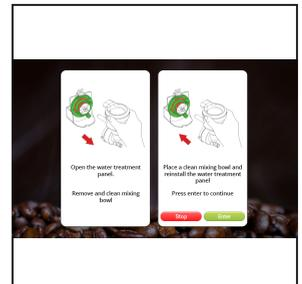

Abb. 6
5. Auf dem Display wird **Saubere Mischrinne und Abdeckung wieder einsetzen. Enter drücken um fortzufahren.** (siehe Abbildung 6).